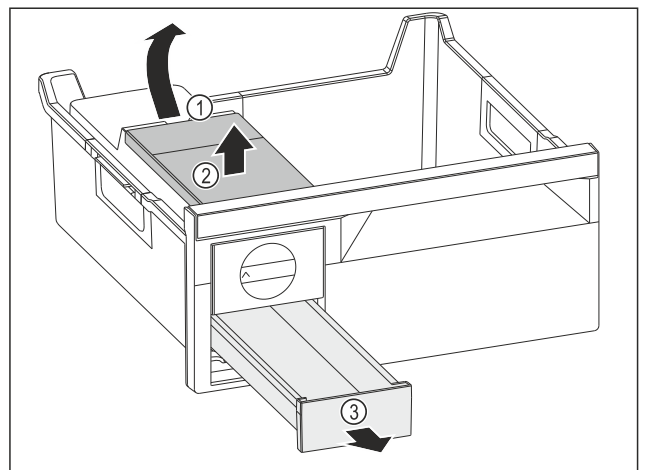

Fig. 135
- ▶ Извлеките бак для воды: Поднимите бак для воды за выемку Fig. 135 (1).
- ▶ Извлеките бак для воды Fig. 135 (2) движением вверх.
- ▶ Извлеките выдвижной ящик для кубиков льда Fig. 135 (3) движением вперед.